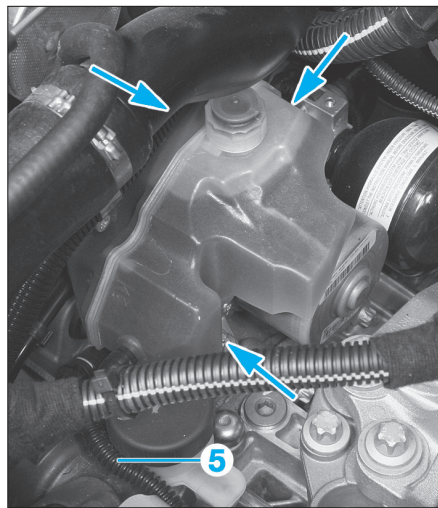

Fig. 35
- Dévisser le raccord (3) et la vis (4).
- Déposer le flexible d'huile (5) (Fig.35).